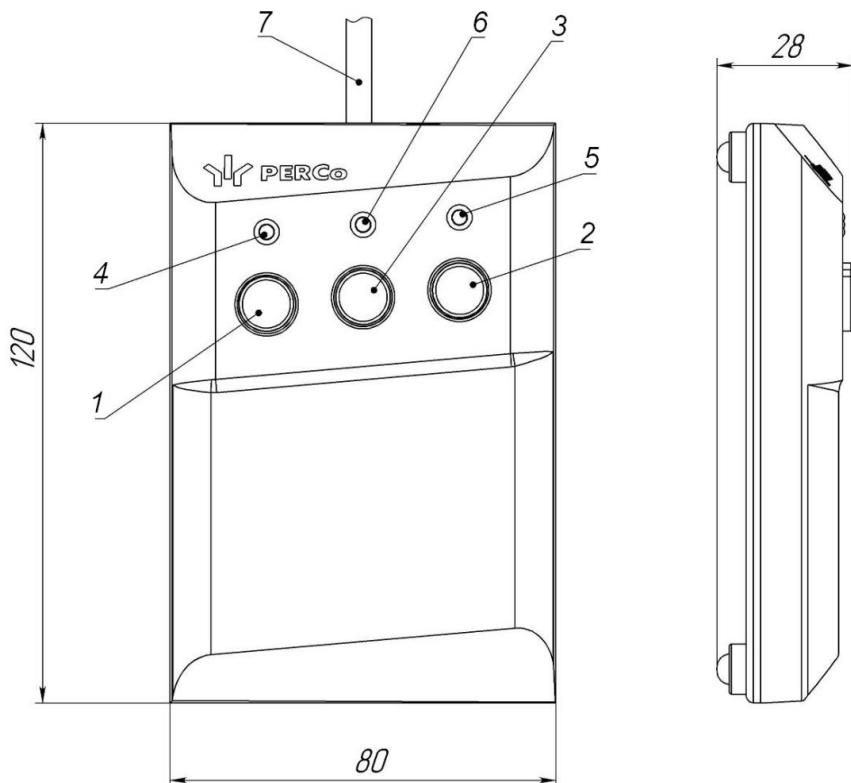
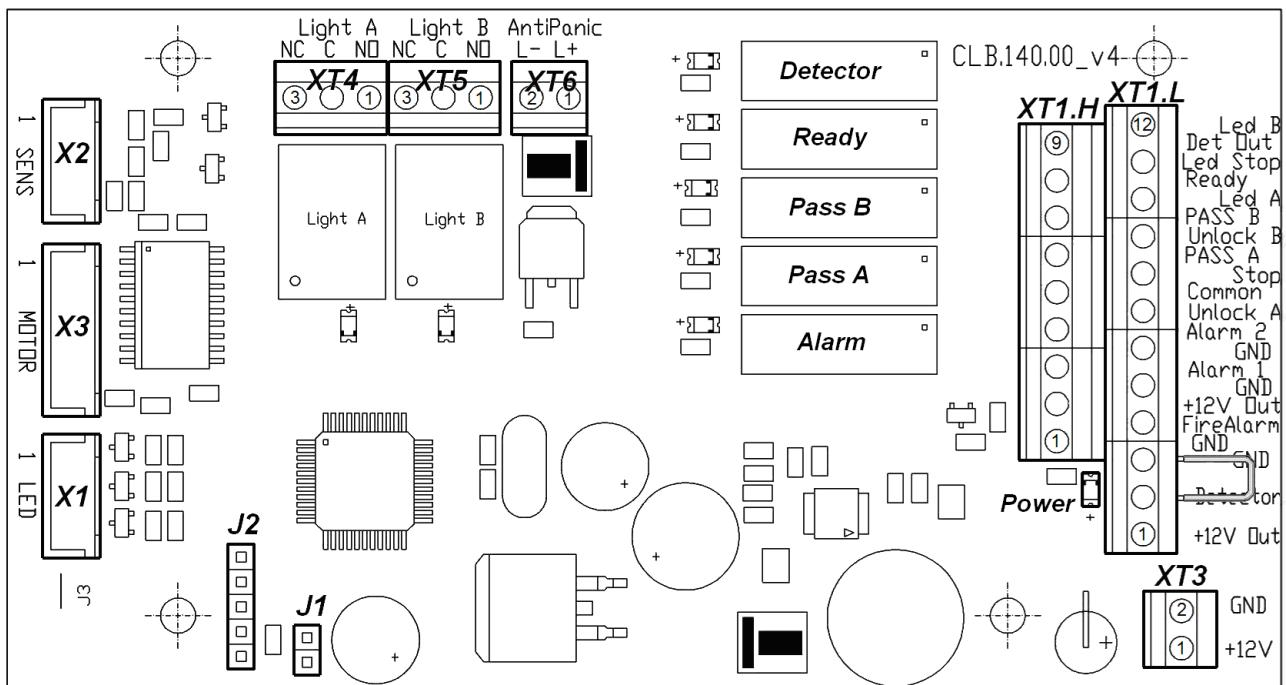

Рисунок 4. Общий вид и габаритные размеры ПДУ
Рисунок 5. Внешний вид платы управления
ПДУ (9) выполнен в виде небольшого настольного прибора в корпусе из ударопрочного АБС пластика и предназначен для задания и индикации режимов работы при ручном управлении турникета. ПДУ подключается к плате гибким многожильным кабелем (10) через клеммную колодку **XT1.L** (см. рис. 5). Общий вид ПДУ показан на рис. 4.
Внутри стойки расположен кронштейн с установленной платой управления (см. рис. 5) и клеммами для подключения внешних устройств. К плате подключаются ПДУ, выходы СКУД, устройство РУ (при его использовании), устройство аварийного открытия прохода *Fire Alarm* (далее – *устройство Fire Alarm*). На клеммы подключения внешних устройств выведены линии подключения источника питания, линии сигналов считывателей. Подключение внешних устройств производится в соответствии со схемой электрических соединений турникета (см. рис. 11).
На плате управления (см. рис. 5) расположены:
Выбор режима управления осуществляется снятием / установкой перемычки на разъем **J1** платы управления. Расположение разъема **J1** показано на рис. 5. При поставке перемычка установлена, что соответствует импульсному режиму управления турникетом. Для перехода в потенциальный режим управления снимите перемычку. Изменение режима управления произойдет после включения турникета.
Факт подачи напряжения на обмотку реле можно определить по загоранию соответствующего красного светодиода, установленного на плате управления вблизи соответствующего реле (см. рис. 5).